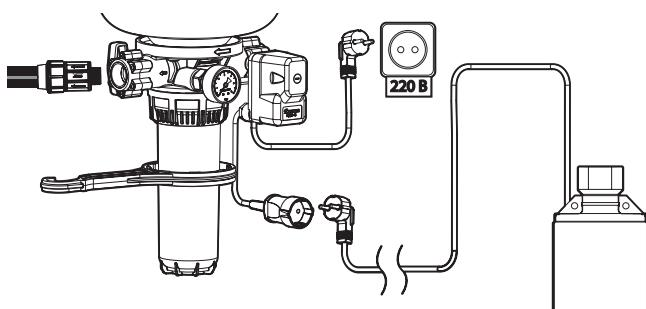

Рисунок 4
**8.** После монтажа насоса и проверки качества соединения КРАБ с насосом и с водопроводной сетью, подключите КРАБ к источнику электропитания с напряжением 220 В (рисунок 4).
**8.** После монтажа насоса и проверки качества соединения КРАБ-Т с насосом и с водопроводной сетью, подключите КРАБ-Т к источнику электропитания с напряжением 220 В (рисунок 4).